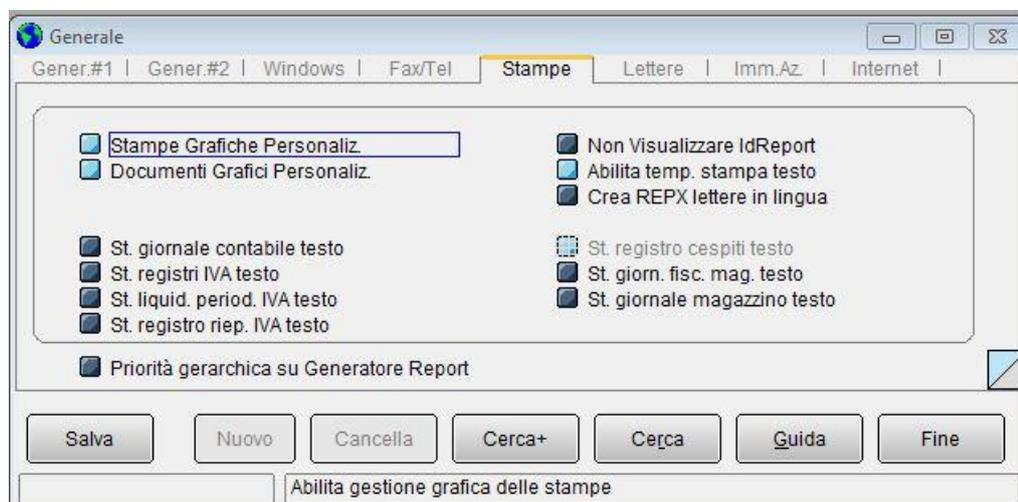

Figura 1
- **Abilita temp. stampa testo:** quest'opzione è presente in *Configurazione* (vedi Figura 1) ed è selezionabile solo se è attiva la gestione delle stampe grafiche. Attraverso questa voce è possibile attivare nella finestra di *Modo di Stampa/Impostazioni Modo di Stampa* di SIGLA dell'opzione **Stampe Testo**. Questa voce permette attivare la modalità di stampa testo al posto della stampa grafica. La scelta non è memorizzata, è selezionabile e deselezionabile in qualsiasi momento a patto che nessun'altra finestra di SIGLA sia attiva, e rimane attiva solo fino a che il programma non termina.